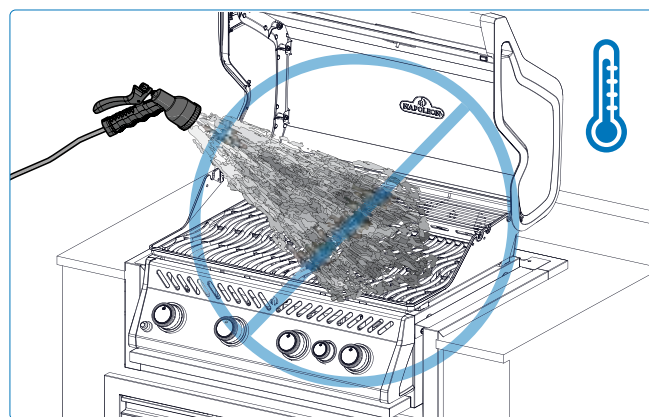

Fig. 17
1. Non usare mai acqua per spegnere le fiamme o controllare le fiammate (**Fig. 17**)